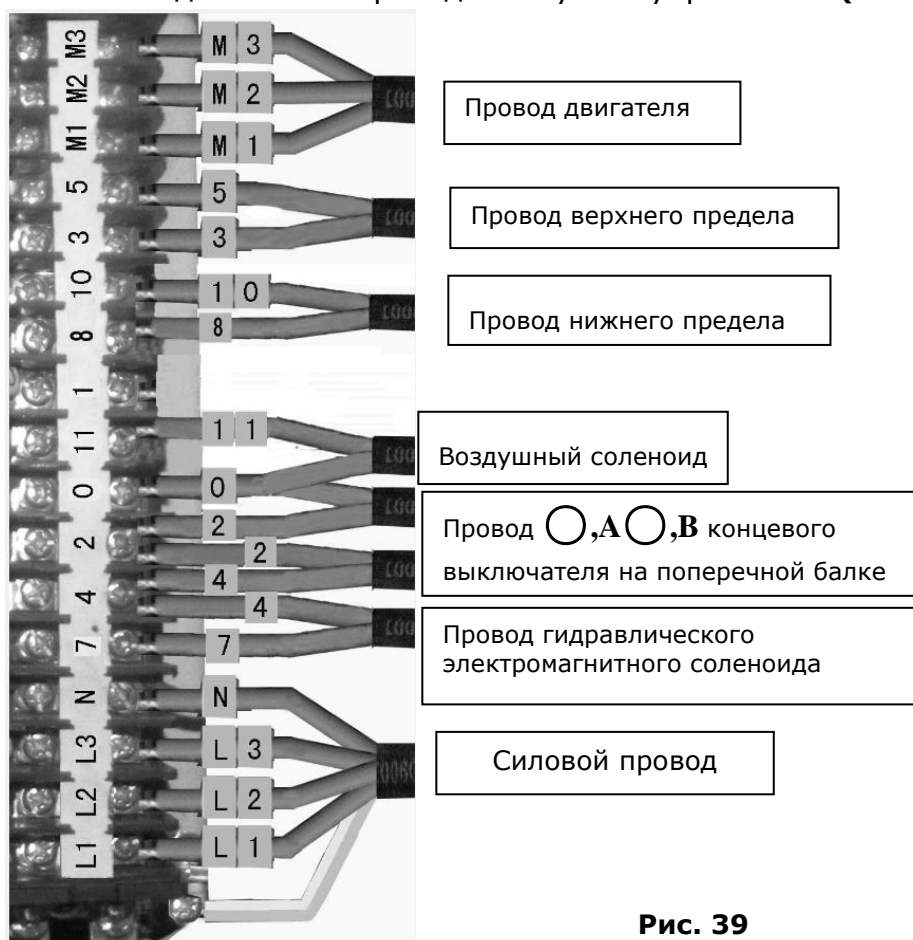

Рис. 39
6.1 Схема подключения проводов в пульте управления (См. Рис. 39).